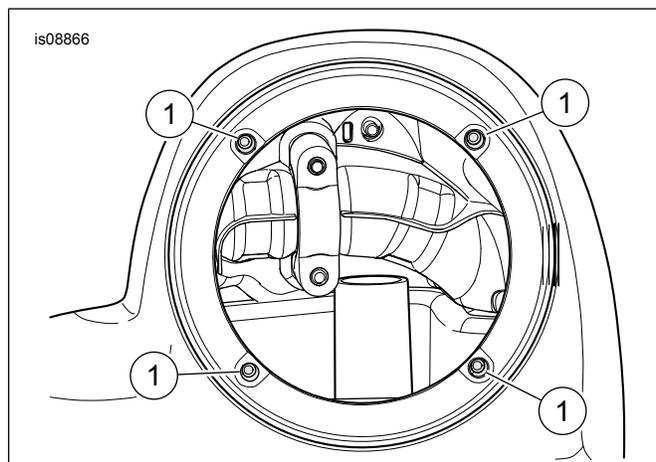

Abbildung 11. Unverlierbare Muttern
15. Siehe Abbildung 11 >. Von der Innenseite der großen Öffnung aus die vier unverlierbaren Muttern einführen.